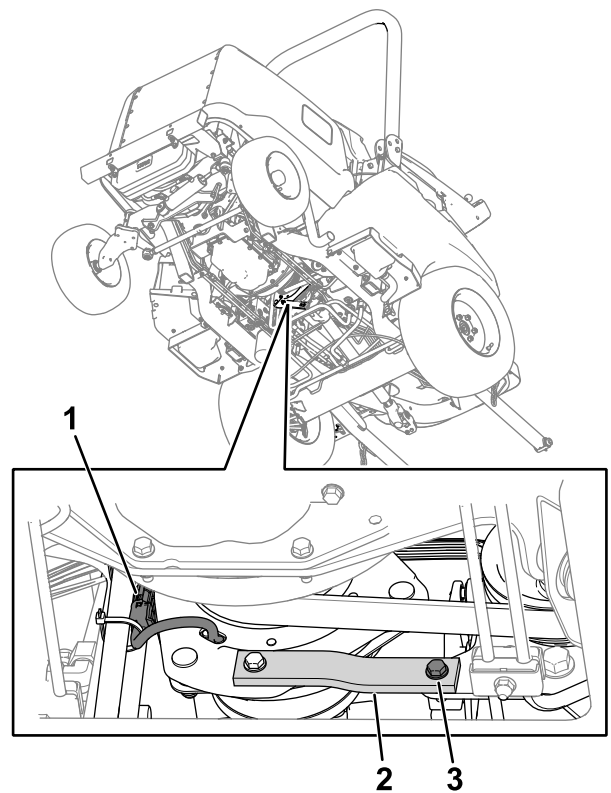

**Figura 76**
3. Enrute la correa sobre la polea del motor, la polea tensora y la polea de la bomba (Figura 76).